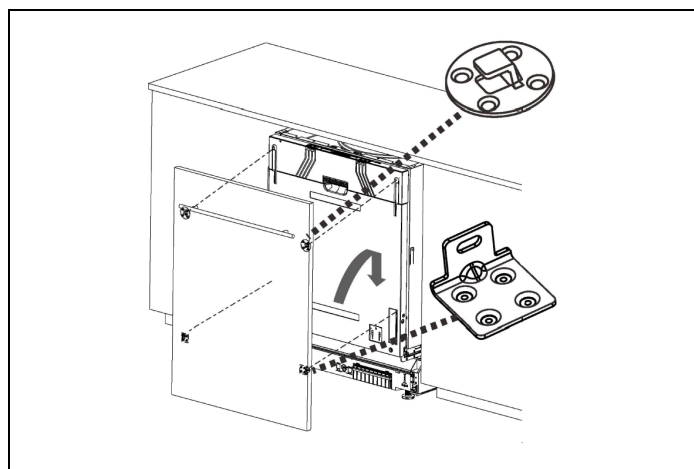
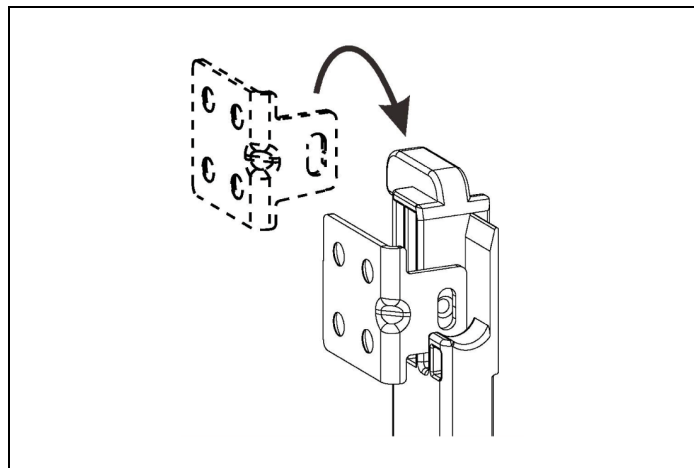

Fig. 16
Fig. 17
- 2) Fissare il gancio del pannello personalizzato dello sportello e inserirlo nella fessura dello sportello della lavastoviglie (Fig. 16 ,Fig. 17).